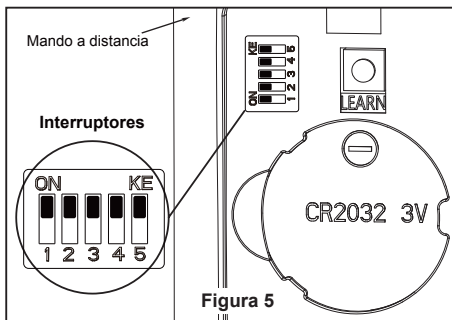

Figura 5
4. Una vez realizadas las conexiones, los cables deben ser colocados de forma extendida poniendo el conductor de la toma de tierra y el conductor de toma de tierra del equipo a un lado de la caja, colocando el conductor sin toma de tierra en el otro lado de la caja. gire los conductores hacia arriba y, con cuidado, colóquelos dentro de la caja de salida; con los conductores blancos y verdes hacia un lado y los conductores negros hacia el otro. (Figura 5)
- ☐ 5. Para configurar el código del mando a distancia a las mismas posiciones que en el receptor. Mueva los interruptores de código hasta colocar el código de selección en la posición arriba o abajo. Con un destornillador pequeño o con una lapicera (no se incluye) deslice firmemente hacia arriba o hacia abajo. (Figura 5)